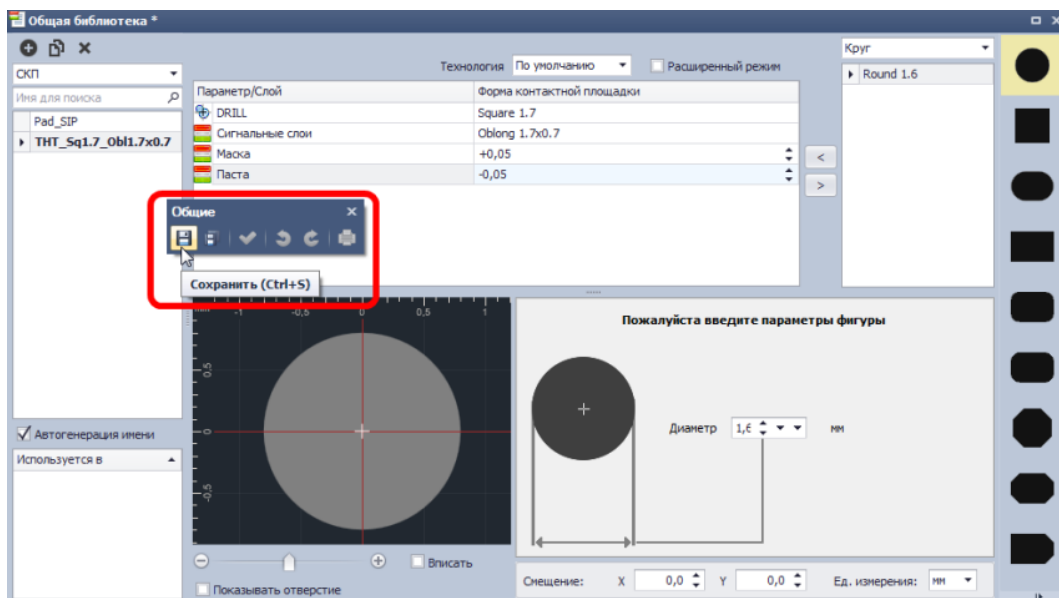

Рис. 129. Сохранение контактной площадки
- После того, как все слои и параметры контактной площадки определены, необходимо сохранить ее в библиотеке, нажав кнопку «Сохранить», расположенную на панели инструментов «Общие», см. Рис. 129.